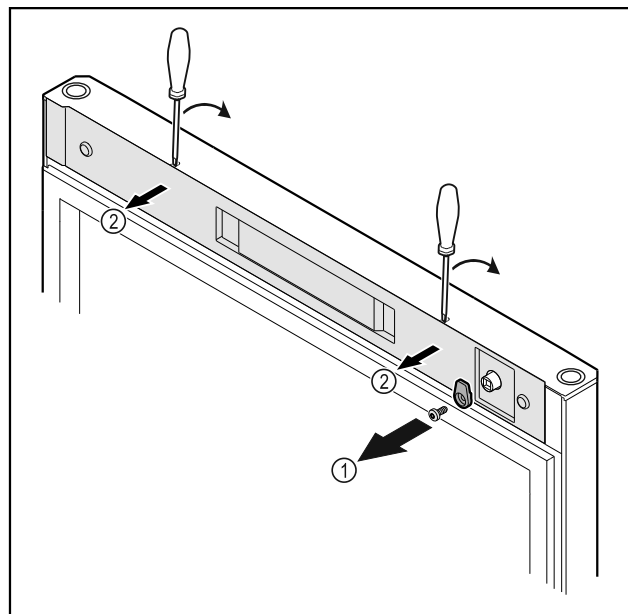

Fig. 22
- ▶ Svitare i ganci di chiusura Fig. 22 (1).
- ▶ Disinnestare la copertura Fig. 22 (2) con l'ausilio di un piccolo cacciavite e rimuoverla.